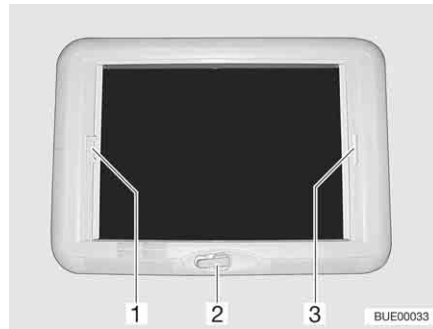

Bild 114 Vevmanövrerad taklucka
- Vrid på handveven (Bild 114,2) tills ett motstånd känns.
- Drag i plisségardinens handtag (Bild 114,3) och släpp i önskad position. Plisségardinen stannar i denna position.
- Drag, med handtaget (Bild 114,1), insektsskyddet till plisségardinens handtag (Bild 114,3) på den motsatta sidan, där det hakas i.
- Tryck insektsskyddet handtag (Bild 114,1) bakåt, uppåt och haka av insektsskyddet från plisségardinen (Bild 114,3).